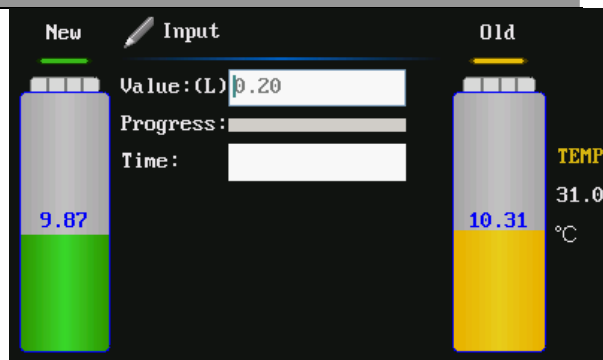

Рис. 26
- 2) Ввести объем, который необходимо долить, нажать кнопку ENTER. Как показано на Рис. 26